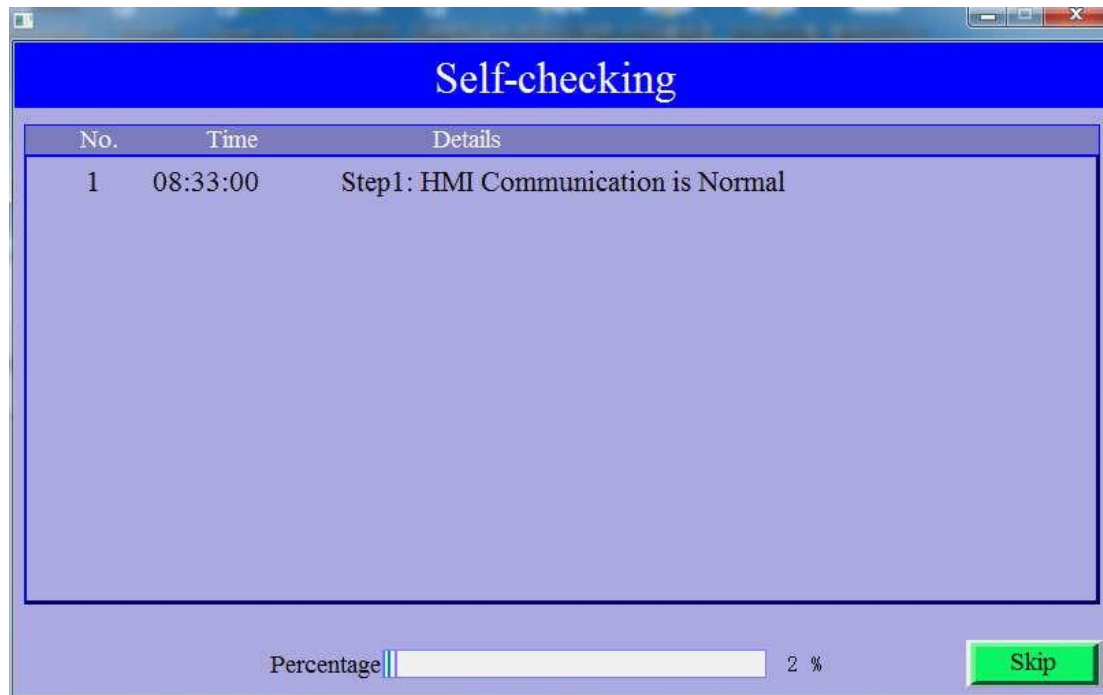
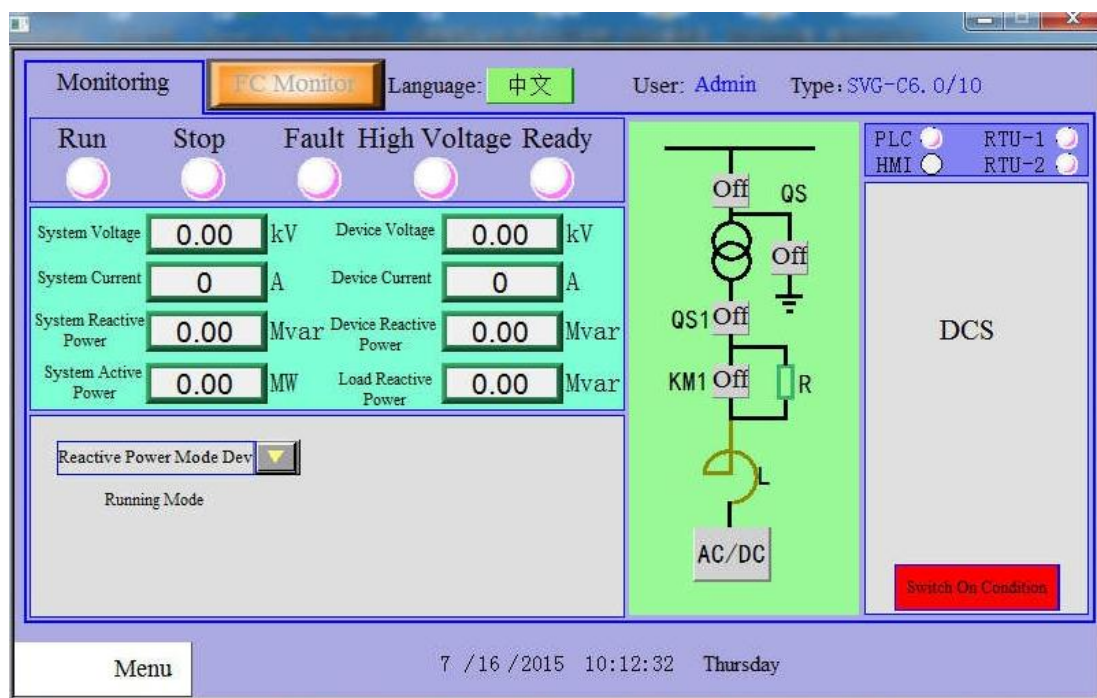

图 5.2 系统自检界面/Figure5.2 Self-checking Interface
图 5.3 装置监控界面/Figure5.3 Device Monitor Interface
控制电送入，装置进行自检，图 5.2 所示。自检不通过必须通过提示查明原因，自检通过后进入监控界面（图 5.3 所示）。
The system will go into self-checking interface, after the user logs in, as shown figure 5.2. If the self-checking is passed, HMI will go into device motoring interface, as shown in figure 5.3, if not, the fault reason must be identified.
3)ZBSVG 通过自检后 HMI 进入装置监控界面，通过此界面中状态框状态和 相关提示进行相应操作，如图 5.3 所示。
HMI will go into the device monitor interface after the completion of self-checking. This interface enables start-stop operation, as shown in Figure 5.3.
如图 5.3 所示，选定恒考核点无功功率_2 模式，系统无功设定为 0Mvar，即在装置容量足够的情况下，将系统侧的无功功率补偿至 0Mvar。点击装置监控页面“开机”按钮，ZBSVG 将从就绪状态进入运行状态，此时“运行”灯亮起，“就绪”灯灭，功率柜柜顶冷却风机开始工作。